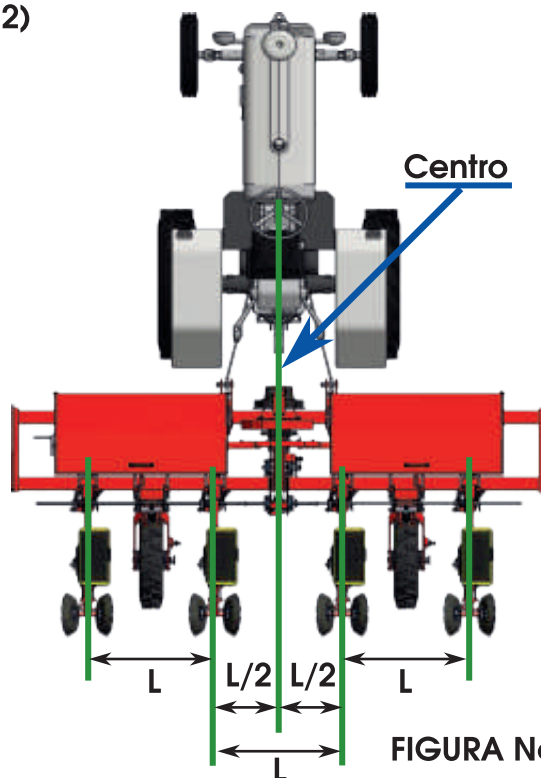

FIGURA No. 2
- Mida la distancia escogida desde cada carro que colocó a derecha e izquierda y coloque los otros carros de siembra. (**Figura No. 2**)